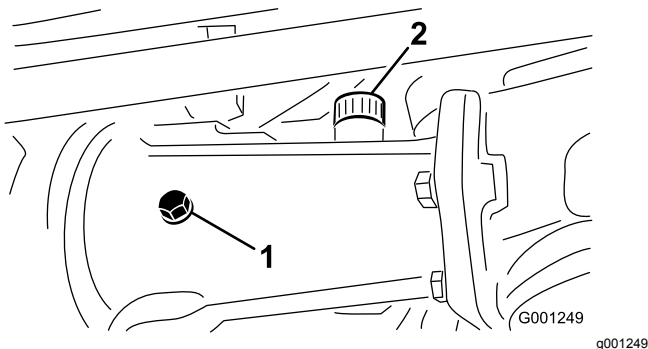
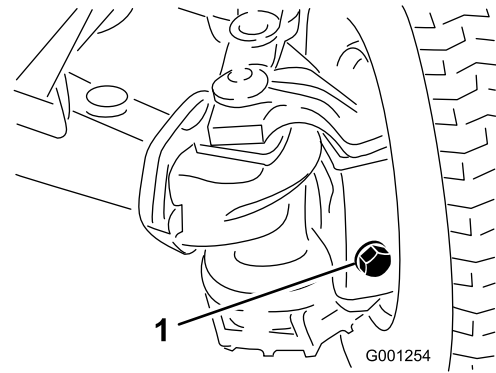

Bild 57
Bild 58
2. Entfernen Sie die Prüfschraube vom mittleren Achsgehäuse und der Achse sowie alle Füll-/Prüfschrauben am Gehäuse jeder abgehenden Achse (Bild 57 und Bild 58).
3. An jeder Prüfschraubenöffnung sollte das Getriebeöl bis an das Gewinde reichen (Bild 57 und Bild 58).
- A. Zum Befüllen des mittleren Achsgehäuses, entfernen Sie die Füllschraube (Bild 57).
- B. Füllen Sie das empfohlene Getriebeöl in die Achsgehäuse nach, bis der Füllstand an die Unterseiten der Prüfschraubenöffnungen reicht (Bild 57 und Bild 58).
- C. Bestreichen Sie nach Abschluss des Füllvorgangs die Gewinde der ausgebauten Füllschrauben mit PTFE-Gewindedichtungsmittel und schrauben Sie diese dann wieder in die Achsgehäuse ein (Bild 57).
5. Bestreichen Sie die Gewinde der ausgebauten Prüfschrauben des mittleren Achsgehäuses und der beiden abgehenden Achsgehäuse mit PTFE-Gewindedichtungsmittel (Bild 57).
6. Setzen Sie die Prüfschrauben des mittleren Achsgehäuses sowie der Achsgehäuse jeder abgehenden Achse ein (Bild 57 und Bild 58).
1. Ablaßschraube (3)
8. Bestreichen Sie die Gewinde der ausgebauten Prüfschrauben des mittleren Achsgehäuses und der beiden abgehenden Achsgehäuse mit PTFE-Gewindedichtungsmittel, siehe Bild 57 und Bild 58 in Prüfen des Schmierstoffs in der Hinterachse \(Seite 58\).
9. Setzen Sie die Prüfschraube des mittleren Achsgehäuses sowie die Füll-/Prüfschrauben am Gehäuse jeder abgehenden Achse wieder ein, siehe Bild 57 und Bild 58 in Prüfen des Schmierstoffs in der Hinterachse \(Seite 58\).